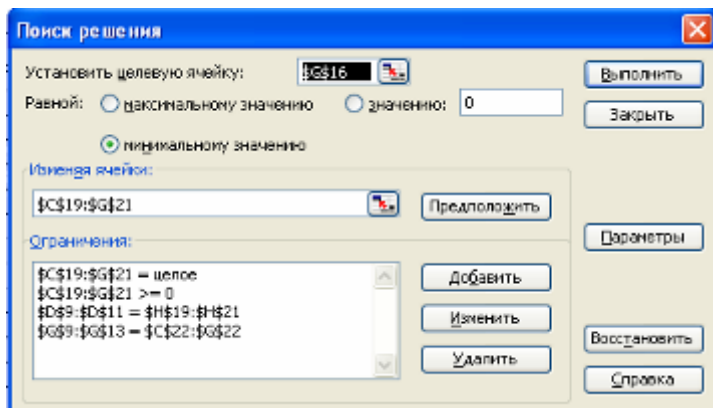

Рис. 3.2
- 1) подготовить таблицы и заполнить их исходными данными: «Стоимости перевозки тонны продукта» (D), «Ресурсы» (A) и «Потребности» (B);
6) запустить инструментальное средство «Поиск решения» (меню «Сервис/Поиск Решения») и ввести необходимые параметры: адрес целевой ячейки, изменяемые ячейки и ограничения (рис. 3.2).